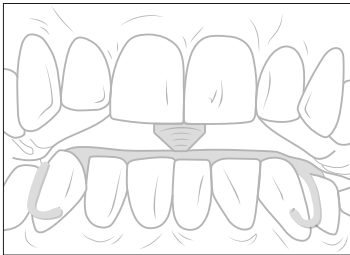

Fig. 3
**13.** Facendo eseguire movimenti di apertura e chiusura si controlla nel cavo orale se la punta del perno di appoggio ingrana nel foro della rondella in plexiglas (Fig. 3).